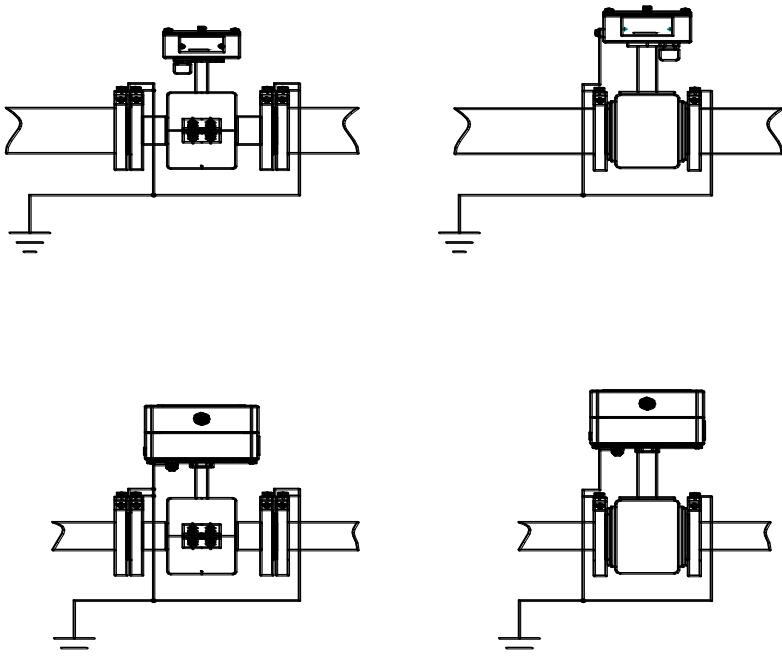

Рисунок 8.8
8.4.1 В выбранном месте установки ТС в верхней части трубопровода делается отверстие под защитную гильзу. Глубина погружения чувствительного элемента ТС должна быть  $(0,3-0,7)D$ , где D – внутренний диаметр трубопровода (рисунок 8.8 а).